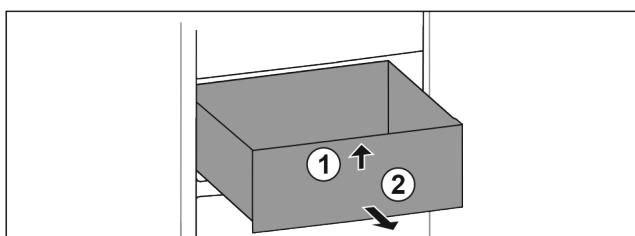

Fig. 26
- Повдигнете чекмеджето отпред. Fig. 26 (1)
- Извадете чекмеджето напред. Fig. 26 (2)